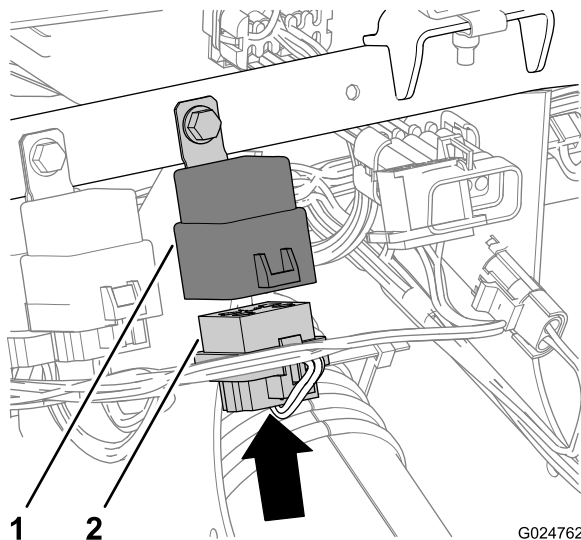

Figure 38
- Branchez le connecteur à 5 douilles du faisceau de câblage avant de la machine (étiqueté « FRONT DIFF RELAY » [relais de différentiel avant]) au connecteur à 5 lames du relais (Figure 38).